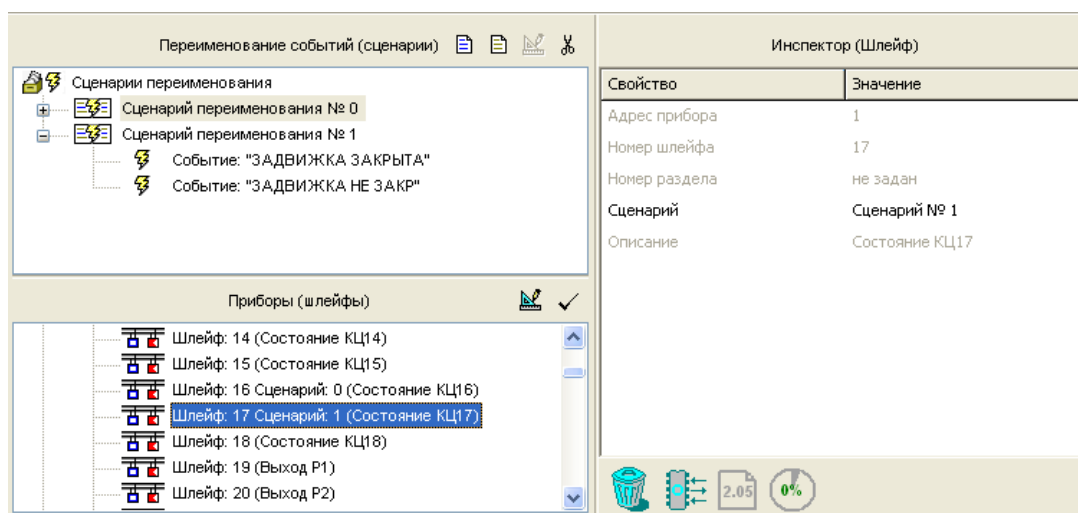

Рисунок 22
6. В нижнем окне «Приборы (шлейфы)» выделите зону, имеющую тип 12 (в базовой конфигурации «Поток-3Н» это шлейф 17), и нажмите кнопку . Созданный сценарий будет назначен выбранной зоне (для базовой конфигурации «Поток-3Н» - шлейфу 17) (см. Рисунок 22).